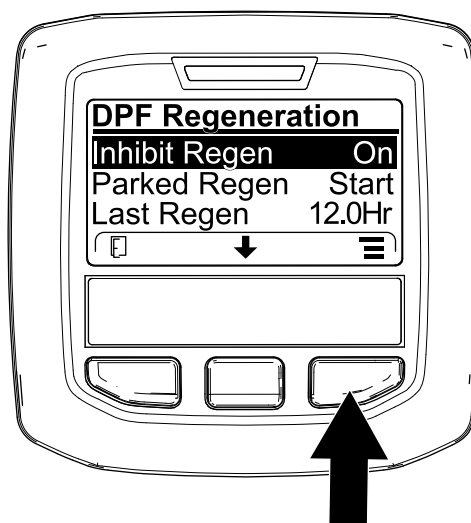
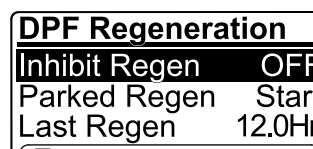

Рисунок 42
Рисунок 43
1. Перейдите в меню DPF Regeneration (Регенерация DPF), нажмите среднюю кнопку, чтобы перейти вниз к опции Inhibit Regen (ЗАПРЕТ РЕГЕНЕРАЦИИ), и нажмите правую кнопку, чтобы выбрать опцию Inhibit Regen (Запрет регенерации) (Рисунок 42).
2. Нажмите правую кнопку, чтобы изменить настройку запрета регенерации с On (Вкл.) на Off (Выкл.) (Рисунок 42) или с Off (Выкл.) на On (Вкл.) (Рисунок 43).